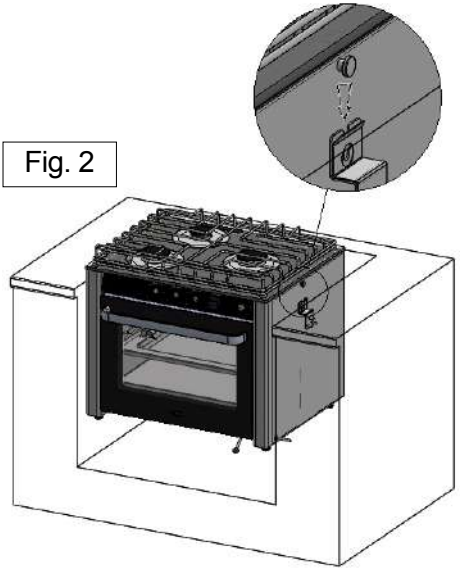

Fig. 2
- Fixer la cuisinière aux étagères de fixation, comme indiqué en **Fig. 2**